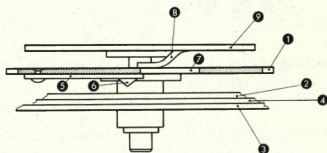
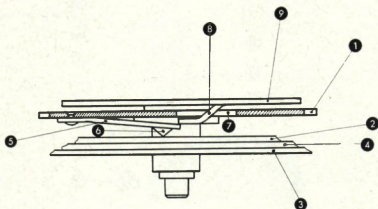

Fig. 36
Fig. 37
Les figures 36 à 38 montrent trois vues en coupe de ce dispositif.
La figure 36 représente le dispositif quelques minutes avant le déclenchement de sonnerie. Le bossage (8) de la roue d'heures (9) est prêt de tomber dans l'encoche (7) de la roue de came (1). Le plot de contact (6)
La figure 37 représente le dispositif en position de déclenchement de la sonnerie. Le bossage (8) de la roue des heures (9) est tombé dans l'encoche (7) de la roue de came (1) sur l'extrémité de la lame flexible (5). Le plot (6) est venu en contact avec la plaquette (2). Le courant passe dans la sonnette, la sonnerie fonctionne.
S'assurer alors que les fonctions décrites sur les figures 36, 37 et 38 s'effectuent correctement. Lors de la chute de la roue des heures dans l'encoche de la roue de came, le plot (6) (figure 37) doit toucher la plaquette (2). Par contre, avant et après le déclenchement (figures 36 et 38) il ne doit pas y avoir contact entre le plot (6) et la plaquette (2). Si c'était le cas, la sonnette marcherait continuellement.
b) Si la sonnerie fonctionne et que le mouvement ne marche pas, la panne provient du mouvement proprement dit. Se reporter alors au calibre AN page 34. S'assurer également que le plot de contact (22) appuie bien sur la barre de connexion (20) reliée au pôle — de la pile.
- plot (6) et plaquette (2) figure 36,
Enfin après un nettoyage, il est nécessaire de graisser légèrement avec une graisse synthétique (Fett-Box par ex.), la face arrière de la roue de came (1) sur laquelle frotte le bossage (8) de la roue des heures (figures 36 à 38). (\*)